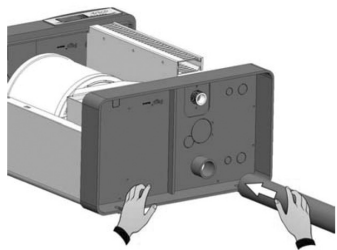

рис. 9
6. Присоедините дренажную трубу к патрубку диаметром 40 мм, закрепив ее хомутом, поставляемым в комплекте (рис. 9 и 10).
6. Присоедините дренажную трубу к патрубку диаметром 40 мм на задней стороне паровувлажнителя, закрепив ее хомутом, поставляемым в комплекте (рис. 9 и 10).